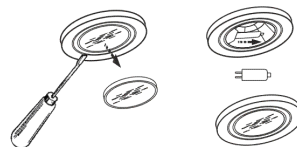

рис. 12
8.7 Замена галогенной лампы (рис. 12):